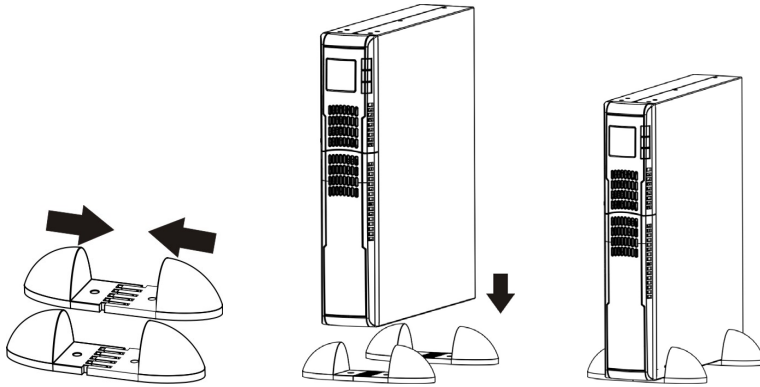

Рисунок 8 – Порядок установки ИБП в вертикальное напольное (настольное) положение
**7.1.4** Установку ИБП в вертикальное положение следует производить при помощи кронштейнов для вертикальной установки в следующей последовательности (рисунок 8):